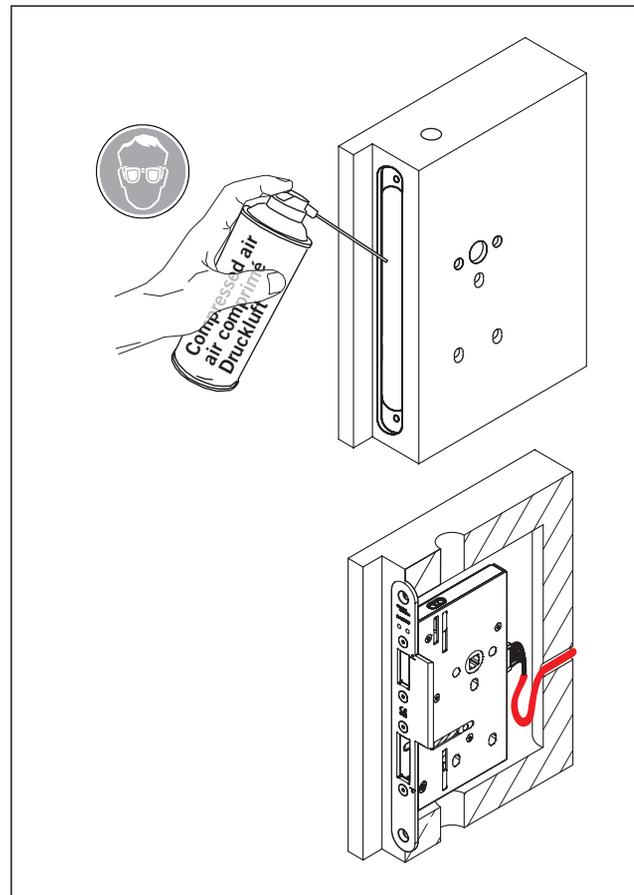

Abb. 39 Schloss einführen
6. Das Schloss in den Türblattausschnitt einführen (Abb. 39).